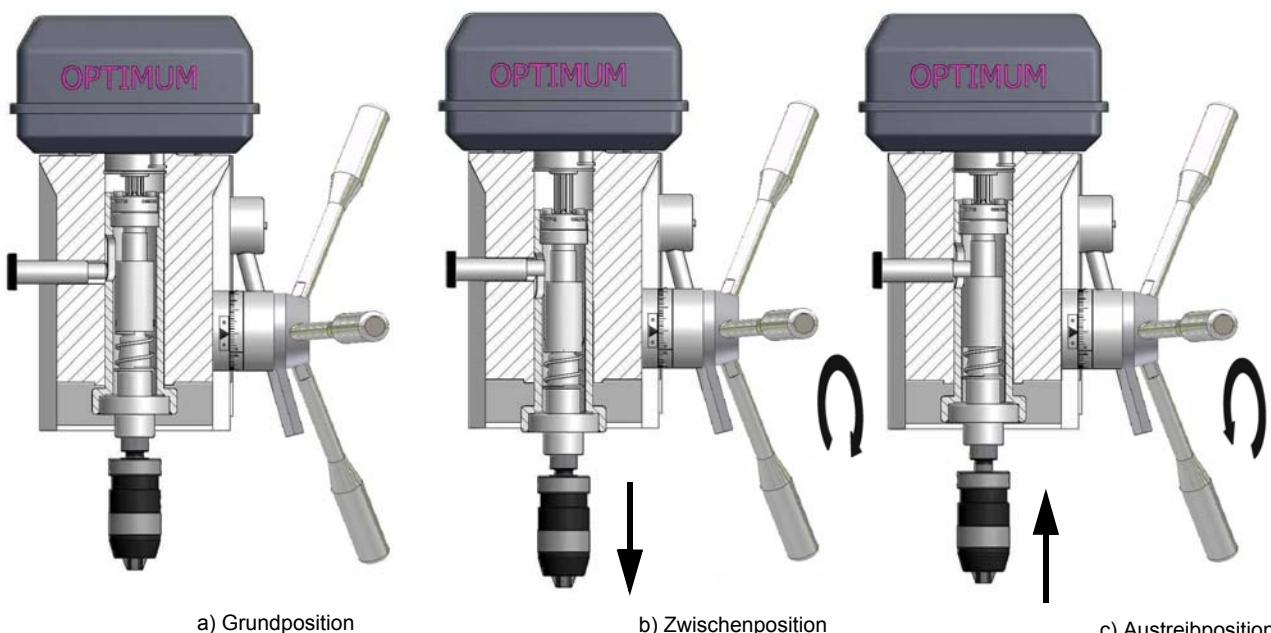

Abb.4-18: Funktionsdarstellung des Austreibers (Darstellung im Schnitt)
- Bewegen Sie die Pinole soweit nach unten, bis sich der Sperrbolzen (1) einschieben lässt (Abb. 4-18 (b) Zwischenposition).
- Bewegen Sie den Sperrbolzen (1) soweit, bis der Sperrbolzen vollständig einrastet (Abb. 4-18 (c) Austreibposition).
- Drücken Sie den Pinolenhebel (2) mit einer schnellen und kräftigen Bewegung nach oben.